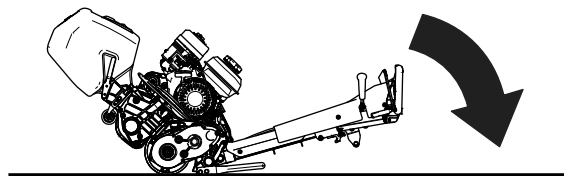

Figura 4
1. Aceda à unidade de corte descendo a pega da unidade de tração para o solo (Figura 4).